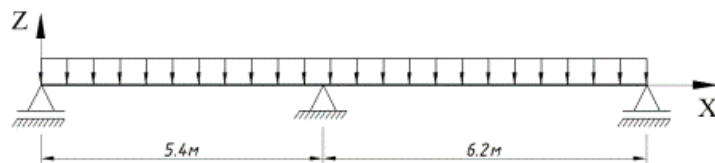

Рисунок 11 - Схема загрузки 1
- Загружение 1 - нагрузка от собственного веса (рисунок 11).